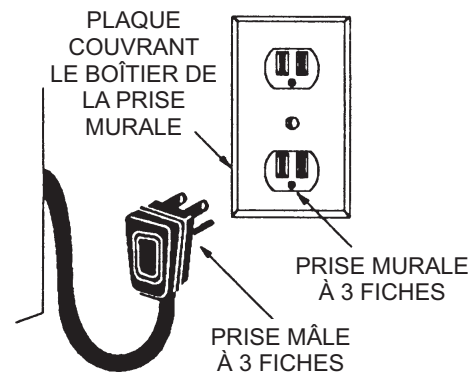

Figure 10 : Méthode recommandée de mise à la terre pour modèles 120 VAC.
- Respectez toutes les réglementations locale s applicables lors de la mise à la terre. À défaut, le Code national de l'électricité ANSI/ NFPA no 70 – Édition actuelle sera appliqué. Reportez-vous à la Figure 10 pour la méthode conseillée de mise à la terre.
L'APPAREIL DOIT ÊTRE BRANCHÉ SUR UNE SUR UNE PRISE À 3 TROUS MISE À LA TERRE RACCORDÉE À UN CIRCUIT POLARISÉ DE 120 VOLTS. (Voir Figure 10).
Une mise à la terre inadéquate ou une polarisation inversée peut causer un mauvais fonctionnement (tels qu'une production continue d'étincelle au niveau des allumeurs des brûleurs) pouvant endommager l'appareil et comporter un risque de décharge électrique. Si le circuit n'est pas correctement mis à la terre et polarisé, l'installateur ou l'utilisateur est tenu de faire appel à un électricien qualié pour qu'il installe une prise dûment mise à la terre et polarisée, conforme à toutes les réglementations locales applicables. À défaut de réglementation locale, le changement de prise doit être effectué conformément au Code national de l'électricité (Voir Figure 10).